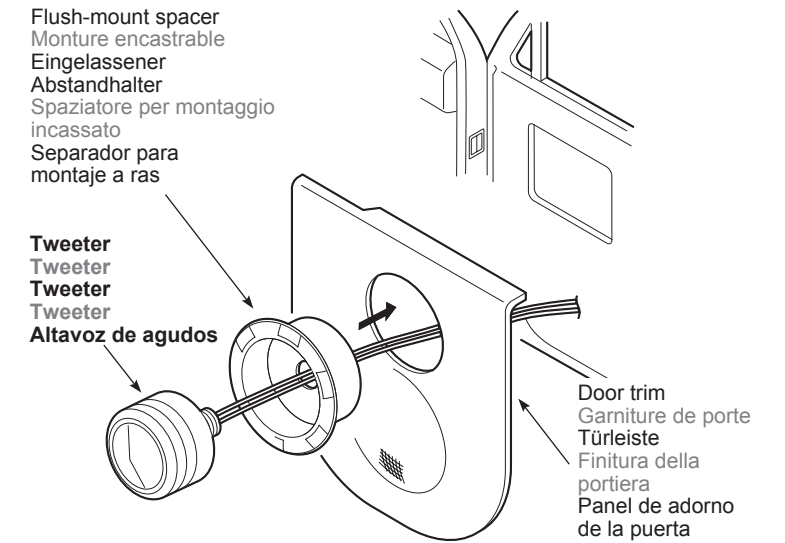

Figure 2 / Figure 2 / Abbildung 2 / figura 2 / Figura 2
- Insert the flush-mount spacer into the mounting hole in the door trim. (Figure 2)
- Insérez la monture encastrable dans le trou de fixation de la garniture de porte. (Figure 2)
- Führen Sie den eingelassenen Abstandhalter in die Montageöffnung in der Türleiste ein. (Abbildung 2)